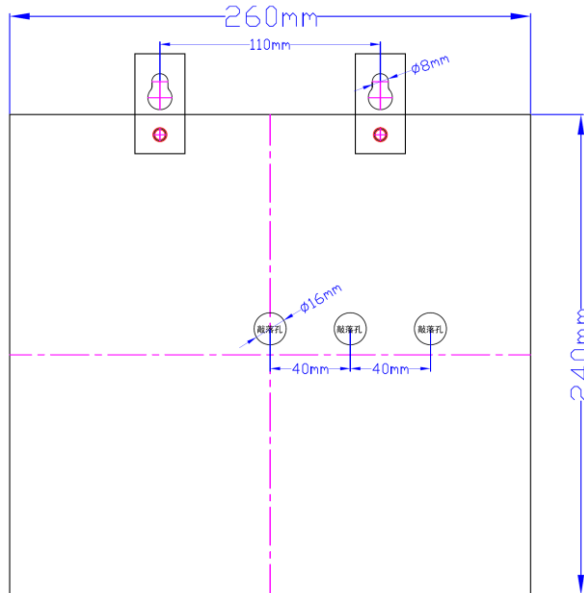

图 3-2
3.2 安装尺寸，如图 3-2
#### 4.2 控制器的安装 安装尺寸参见图 3-2